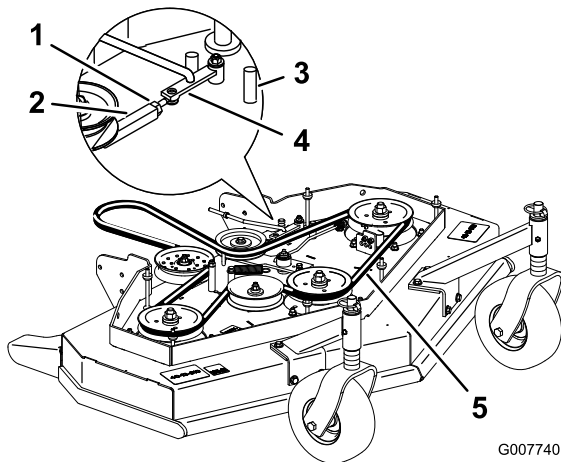

Bild 44
3. Lösen Sie die Sicherungsmutter an der Spansschraube (Bild 44).
4. Drehen Sie die Spansschraube zum Heck des Mähwerks, um die Riemenspannung zu erhöhen. Drehen Sie die Spansschraube zur Vorderseite des Mähwerks, um die Riemenspannung zu verringern (Bild 44).